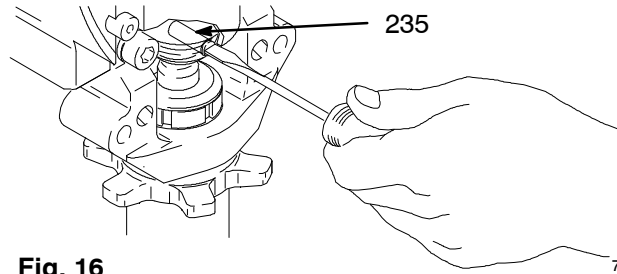

Fig. 16
5. Fig. 16. Utiliser un tournevis: relever le ressort et sortir la broche (235).
2. Fig. 16. Pousser la broche (235) dans les trous et pousser le ressort d'arrêt dans la gorge tout autour de la tige de connexion.